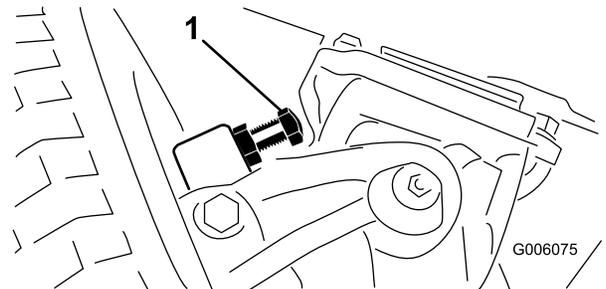

図 69
1. すきまが、2.3mmになるよう、ボルトを締め込み、あるいはゆるめて調整します 図 69を参照。